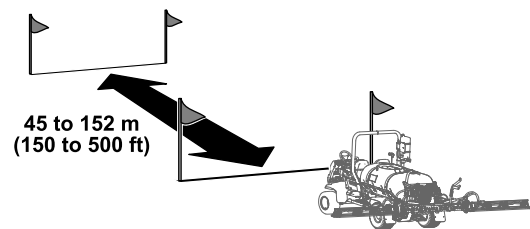

图 63
5. 在草坪测试区标记一条起点线图 63。
3. 按 InfoCenter 信息中心上的 2 号按钮驾驶到终点线图 66 和图 63。